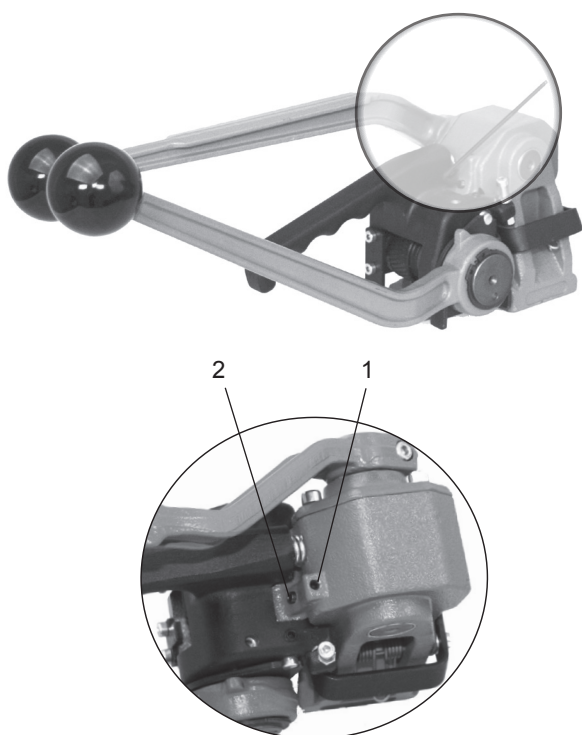

Fig. 9
- Lossa skruv (Fig. 9/1) och vrid skruv (9/2) för justering.